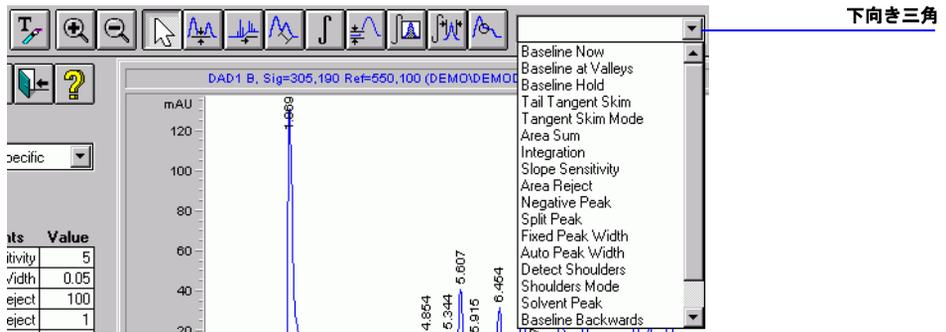

図 6 積分イベントのリストを表示
- 1 ツールバーで、下向き三角をクリックし積分イベントのリストを表示します (図 6 参照)。